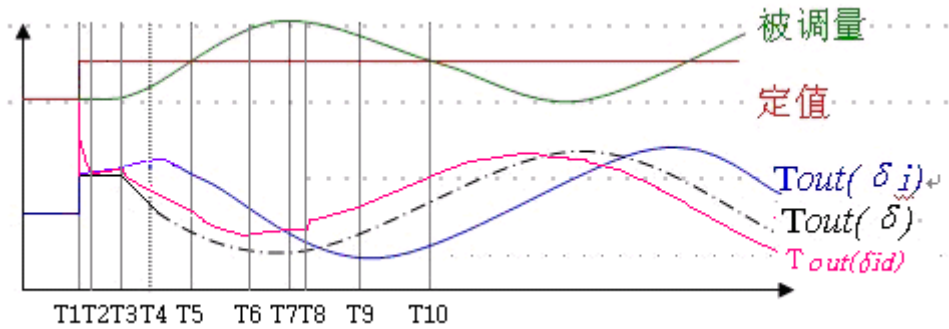

图 6: 比例积分微分作用下的调节曲线示意图
如图 6 所示, 当设定值有个阶跃后 (T1 时刻), 因为设定值属于直线上升, 此时上升速率接近于无穷大, 所以理论上讲, 调节器输出应该波动无穷大, 也就是直接让输出为 100% 或者 0%。可是, 调节器的速率计算是每一时刻的变化量除以扫描周期, 所以当一个小阶跃到来的时候, 调节器输出不一定达到最大。总之, 阶跃量使得输出急剧波动。
1、波动来临时, 不管波动的幅度有多大, 只要波动的速度够大, 调节器就会令输出大幅度调整。也就是说, 波动即将来临的时候, 波动的征兆就是被调量的曲线开始上升。对于比例和积分作用来说, 开始上升不意味着大幅度调节; 对于微分作用来说, 开始上升就意味着调节进行了, 因为“开始”的时候, 如果速度上去了, 输出就可以有一个大幅度的调整。这是超前调节的作用之一。见图 6 的  $T_8$  时刻。
2、波动结束后, 如果调节器调节合理, 一般被调量经过一个静止期后, 还会稍微回调一点。在被调量处于静止期间, 因为微分时间的作用, 不等被调量回调, 调节器首先回调。这是微分的超前作用之二。见图 6 的  $T_7$  时刻。